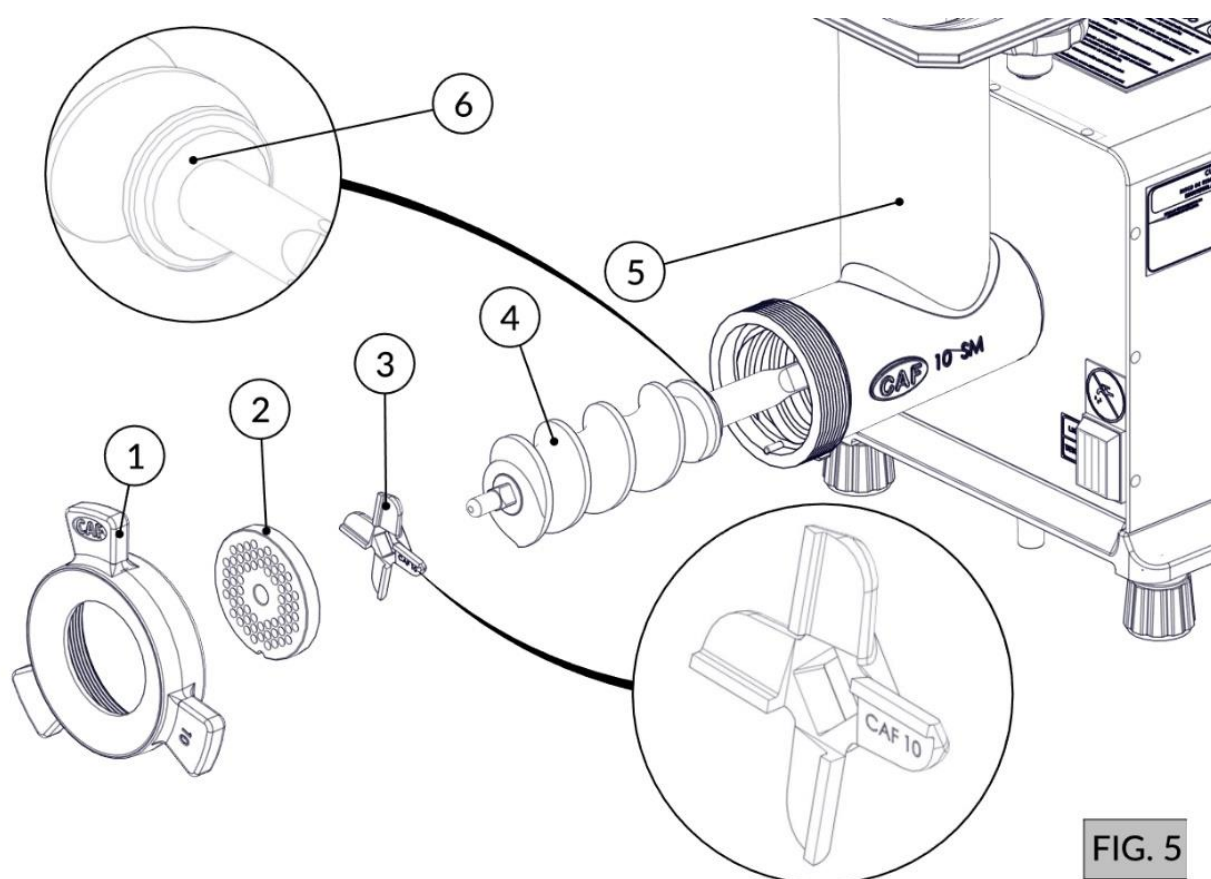

FIG. 5
1. Encaixe o caracol (Item 4 - FIG. 5) no bocal (Item 5 - FIG. 5) assegurando que ele está com a arruela (Item 6 - FIG. 5), item de suma importância para um bom funcionamento da máquina;
2. Encaixe a cruzeta simples (Item 3 - FIG. 5) no pino do caracol (Item 4 - FIG. 5), observando sua posição de corte (Corte para Frente);
3. Encaixe o disco (Item 2 - FIG. 5) no pino do caracol (Item 4 - FIG. 5) e certifique-se de que o disco encaixou na chaveta do bocal;
4. Rosqueie o volante (Item 1 - FIG. 5) até encostar no disco.